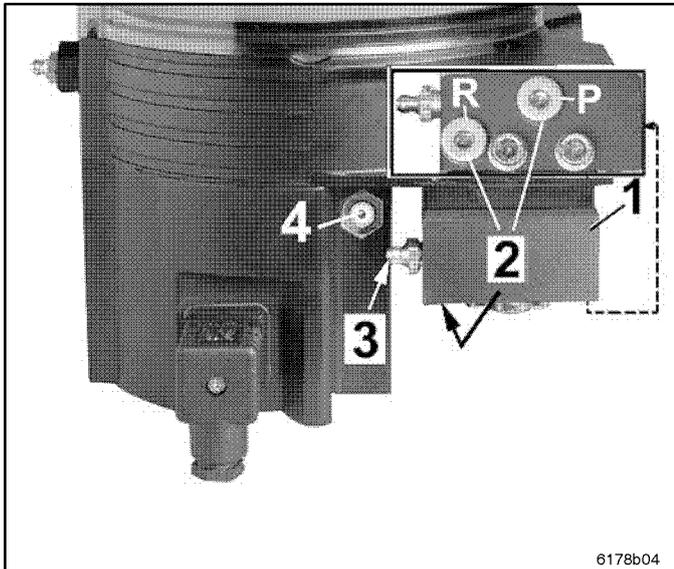

Abb. 6-3 QLS 301 ohne angebautes SSV Verteiler mit Anschluss für externen SSV Verteiler KN QLS
- Pumpe ohne angebauten SSV Verteiler bzw. mit externem Verteiler SSV KNQLS (siehe Abb. 6-3)
- Der Näherungsschalter ist mit einem 2 m Anschlusskabel und einem Anschlussstecker versehen, der an der Steckdose 4 (Abb. 6-3) des QLS 301 angeschlossen wird.